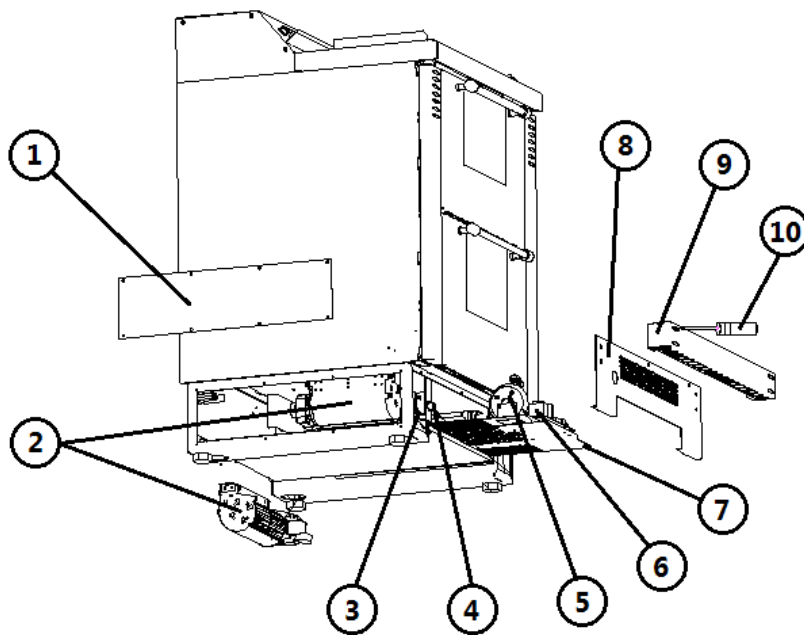

Fig. 36 - Vue de côté
LÉGENDE Fig. 36 à page 67
- Enlever le tableau de bord inférieur en dévissant les quatre vis situées à l'intérieur des boutonnières elliptiques de ceci (voir **Fig. 36 à page 67**).
- Dévisser les huit vis des couvercles latéraux droite et gauche de la base (voir **Fig. 36 à page 67**).